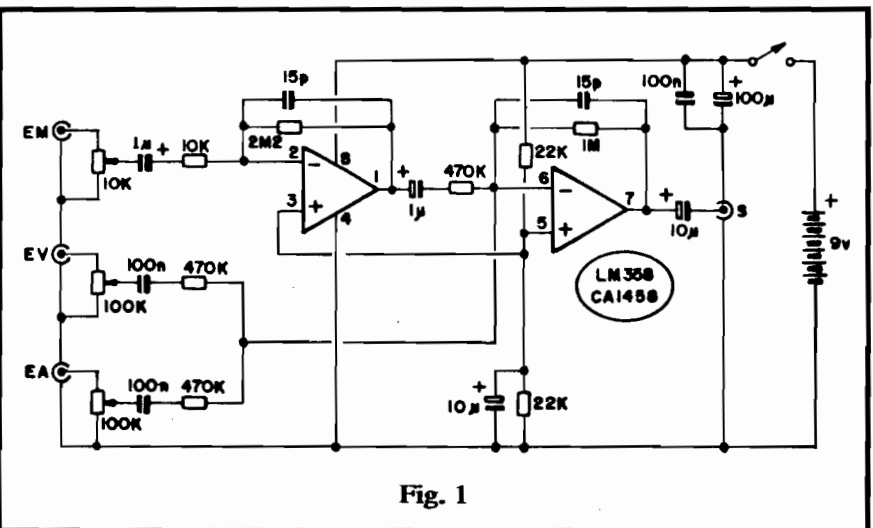

Fig. 1
- **FIG. 1** - Diagrama esquemático do circuito do **MIX-AV**. O "coração" do projeto é um Circuito Integrado de fácil aquisição, contendo **dois** Amplificadores Operacionais de uso amplo, podendo ser utilizado o código **CA1458**, **uA1458**, **LM358** ou outros equivalentes... Como optamos (por praticidade e economia) pelo uso de bateria única (9V) na alimentação, para um perfeito dimensionamento das curvas de funcionamento dos blocos amplificadores, provemos o circuito com uma "tomada" de **meia tensão**, realizada a partir de dois resistores "empilhados", de 22K (ponto central desacoplado pelo capacitor de 10u), que polarizam as entradas **não inversoras** (pino 3 e 5) do Integrado. Um dos blocos amplificadores (delimitado pelos pinos 1-2-3) do Integrado, é usado como pré-amplificador específico para a **entrada de microfone** (EM). Esta, após ter seu nível pré-dimensionado pelo potenciômetro de 10K, encaminha-o (via capacitor de 1u) à **entrada inversora** do Amp. Op. (pino 2) através do resistor de 10K. Um resistor de valor elevado (2M2) realimenta a entrada (pino 2) a partir da saída do bloco (pino 1), assegurando um ganho **muito** elevado, determinado matematicamente pela relação dos valores do resistor de realimentação e de entrada (2200000/10000, ou seja: um ganho de 220...). Em paralelo com o resistor de realimentação, um capacitor de baixo valor (15p) promove violenta atenuação no ga-